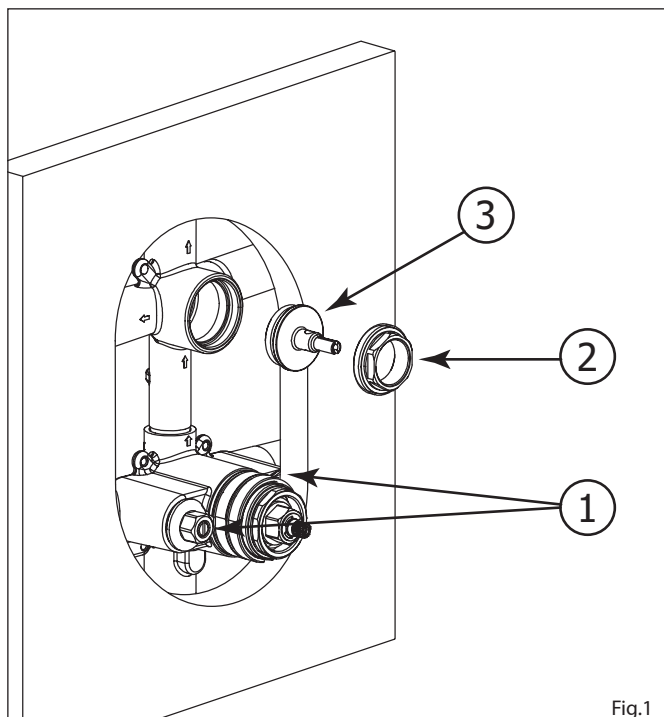

Fig.1
First, shut off the 2 check-valves (1), afterwards, unscrew the large nut (2) and remove the protective plug (3) (see Fig.1) .
Premièrement, fermer les 2 valves d'arrêts (1), dévisser ensuite l'écrou (2) et retirer le capuchon protecteur (3) (Voir Fig.1).